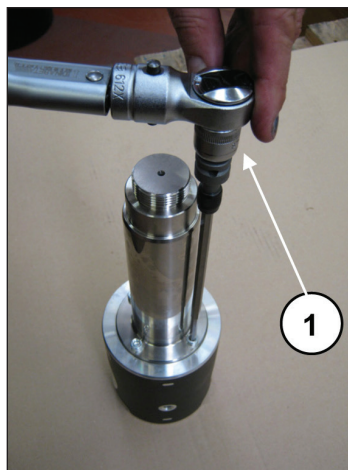

Рис. 41
Зафиксируйте направляющую поршня в тисках с помощью специального инструмента и откалибруйте винты динамометрическим ключом (поз. ①, Рис. 41), как указано в главе 3.